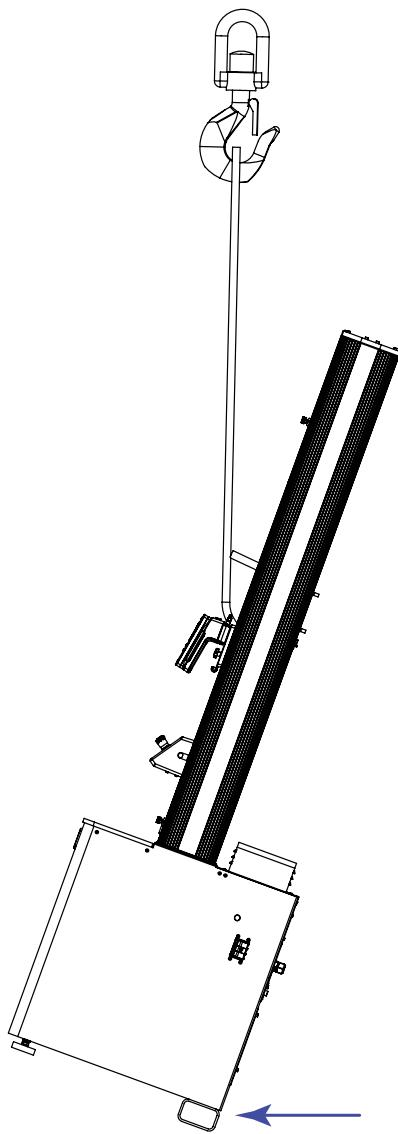

図 25. ロード フレームの直立
5. フレームをゆっくりと持ち上げ、垂直にします (84 ページの図 25 を参照)。
吊り上げ中、出荷用スキッドまたは床面に接触しているのは、フレーム ベースの後部にある管状ブラケットだけであることを確認してください (84 ページの図 25 の矢印で示す)。